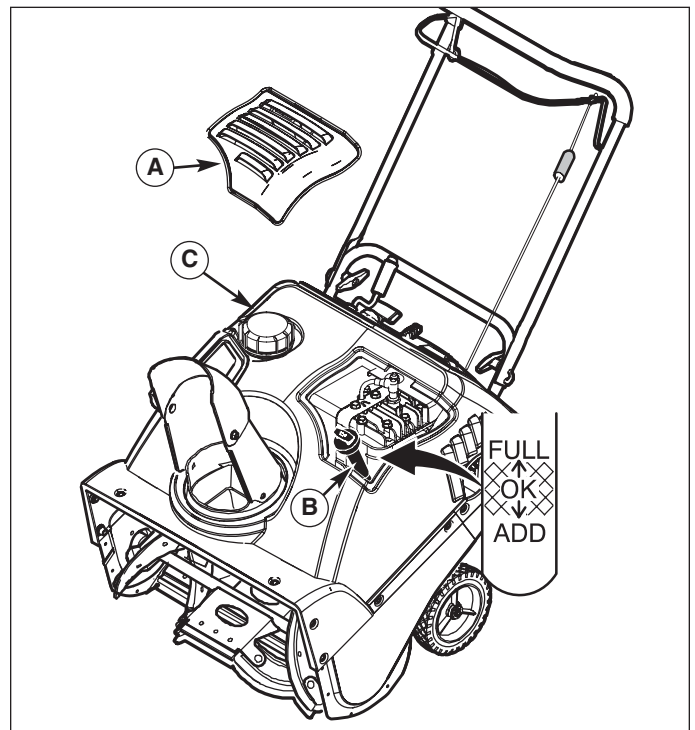

Abbildung 5. Motoröl einfüllen
2. Die Zugangsplatte (A, Abbildung 5) von Öleinfülldeckel/Peilstab abnehmen.
3. Öleinfülldeckel/Peilstab (B) entfernen. Das Öl bis zur FULL-Markierung auf dem Öleinfülldeckel/Peilstab einfüllen. Den Ölstand regelmäßig prüfen. NICHT ZUVIEL ÖL EINFÜLLEN.
4. Den Tankdeckel (C) nach Bedarf auf den Kraftstofftank schrauben.